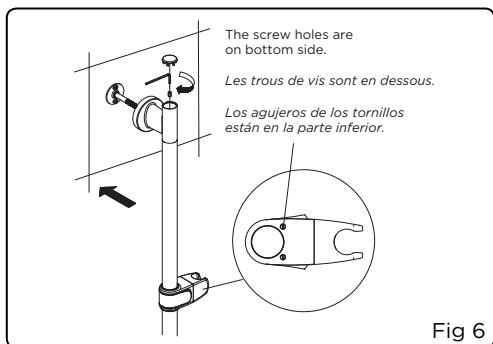

Fig 6
6. Place and hold the slide bar with slide body onto the post; it should "click" into place. Tighten the set screw with supplied hex wrench, then press the cap (Fig 6).
- NOTE:** When installed correctly, the slide body will have screw holes located on the bottom side. See Fig 6.
6. Placer la barre avec le support coulissant sur la fixation et la pousser en place. Un clic devrait se faire entendre. Serrer la vis de pression avec la clé hexagonale fournie, puis poser le capuchon (fig. 6).
- REMARQUE:** Si l'installation a été bien faite, les trous de vis sont en dessous du support coulissant (voir la figure 6).
6. Ponga y sujeté la barra con la pieza deslizante en la sujeción; deberán encajar. Apriete el tornillo de presión con la llave hexagonal y presione el tapón (fig. 6).